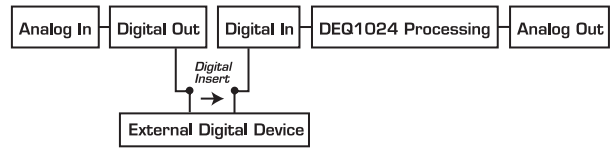

图 2.5: PRE EQ 模式下的信号流向
- ⑨ **FILTER**: 在 FILTER 区中设有 LOW CUT (低切) 及 HIGH CUT (高切) 滤波旋钮。HIGH CUT 旋钮用于切除高于高频范围 (2.5 – 16 kHz) 的频率, 该旋钮向右旋转到头便关闭此功能 (OFF), LOW CUT 旋钮用于切除低于低频范围 (20 – 160 Hz) 的频率。此旋钮向一直向左旋转, 便可关闭此功能 (OFF)。
- ⑩ **MASTER**: MASTER 控制区的 GAIN (增益) 旋钮可控制 ULTRAGRAPH DIGITAL 的输出信号的音量 (范围 -9 ~ +9 dB)。另外, 本控制区还设有一个 STEREO IMAGE 旋钮, 其功能为调节立体声, 从而区分开左右立体声。STEREO IMAGE 旋钮向右旋转一直转到最右边, 这时的立体声信号 (WIDE) 是最宽的; 该旋钮一直向左旋转时, 立体声信号便转化为单声道信号 (MONO)。STEREO IMAGE 旋钮位于中间时, 信号是不处理的 (STEREO 处)。能
- ⑪ **CONFIG**: 该按键按下去几秒钟便可选择 DEQ1024 的操作模式: ANALOG (模拟) (绿色 LED 指示灯), DIGITAL (数字) (黄色 LED 指示灯), PRE EQ (黄色 LED 指示灯) 或 POST EQ (黄色 LED 指示灯)。当处于 PRE EQ 或 POST EQ 模式时, 可用后面板的数字接口连接备用的动态处理器。当 DEQ1024 处于 PRE EQ 模式时, 插入的设备位于均衡器之前; 当 DEQ1024 处于 POST EQ 模式时, 插入的设备位于均衡器之后 (见图 2.5 及 2.6)